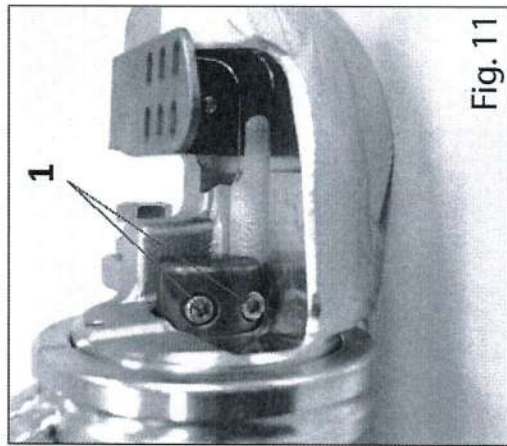

Fig. 11
- svitare le due viti di serraggio e rondelle indicate in fig. 11;